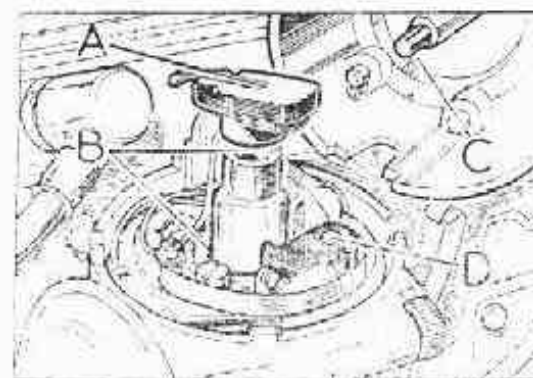

Fig. 37. Distribuidor
- 1.º La superficie de la leva (fig. 37) se lubricará ligeramente con aceite limpio de motor.